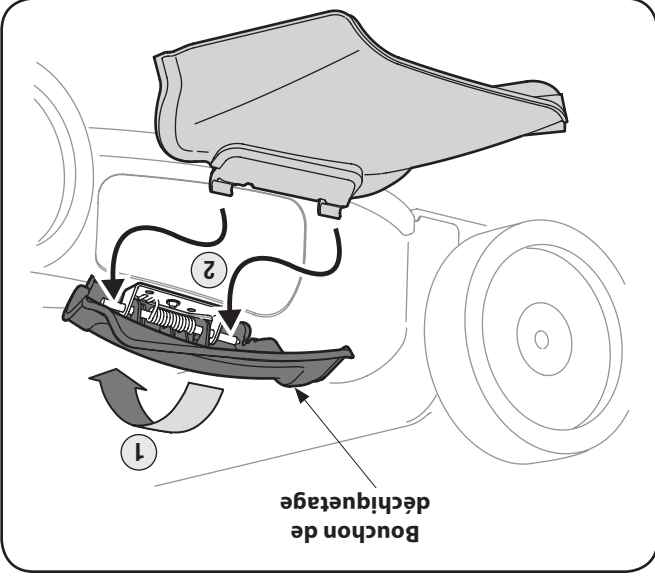

Figure 3-9
1. Relevez le bouchon de déchargement à charnière qui se trouve sur le côté du plateau de coupe. Voir la Figure 3-9.